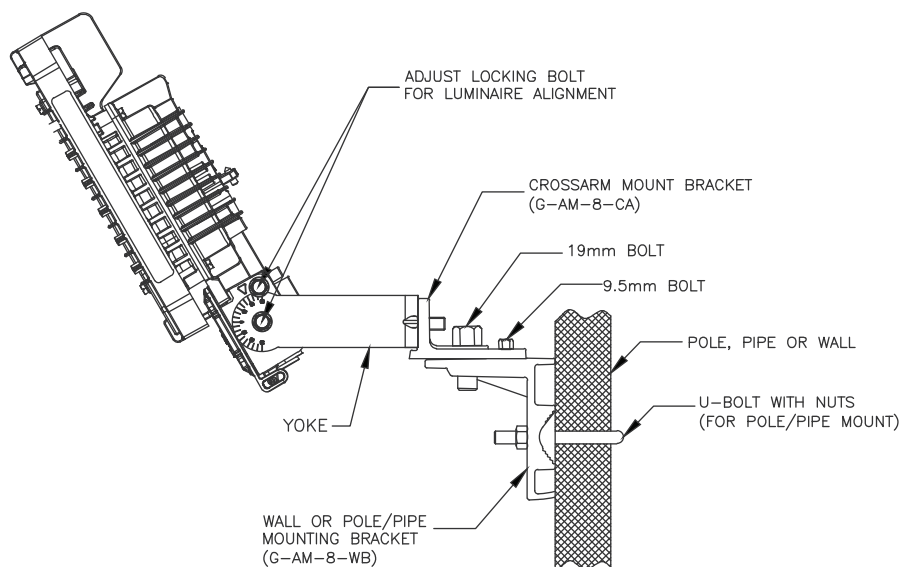

Figure 7: Luminaire avec support de montage à bras croisés (P/N: G-AM-8-CA) et support de montage sur tube/mural (P/N: G-AM-8-WB)
- Installez le luminaire avec l'étrier et le support de montage à bras croisés (attaché) sur le support de montage sur tube/mural avec un boulon de 3/4 pouce (19 mm) (fourni). Voir Figure 7 bolt (supplied). See Figure 7.
- Insérez un boulon de 3/8 de pouce (9,5 mm) (fourni) à travers le support de montage à bras croisés et dans le support de montage sur tube/mural. Voir Figure 7.